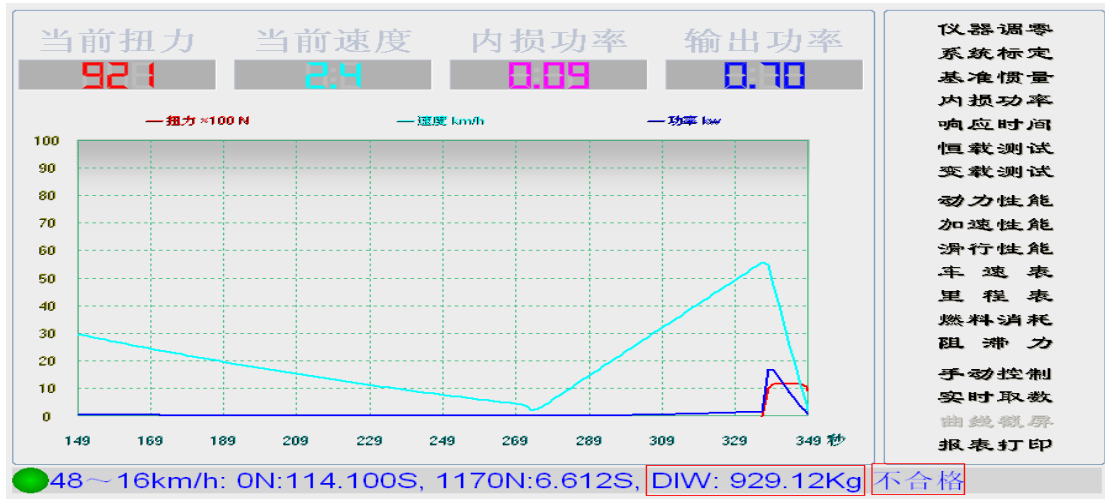

图 4.22
(4)、如图 4.22 所示：基准惯量测试结果为“929.12”，“不合格”，需要重新标定扭力和速度再进行基准惯量测试。如重新标定完扭力和速度后，基准惯量测试结果还是不合格，则需要更换尺寸较小的飞轮。